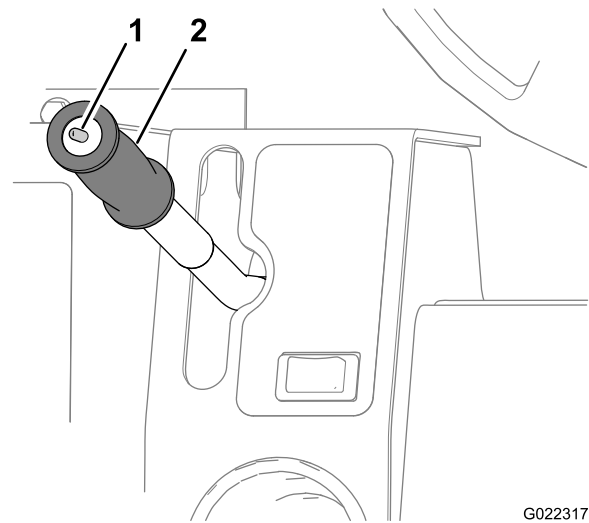

Bild 26
Mit diesem Kippschalter (Bild 26) steuern Sie die Betriebsart für den Hydraulikmotor, er hat zwei Stellungen: Transport und Arbeit. Wählen Sie die gewünschte Betriebsstellung. Drücken Sie den Schalter nach hinten (zu Ihnen), um die Arbeitsgeschwindigkeit (W) einzustellen, oder drücken Sie den Schalter nach vorne (von Ihnen weg), um die Transportgeschwindigkeit (T) einzustellen.